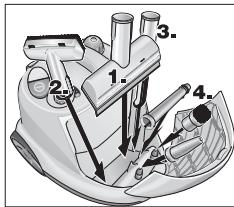

Рис.9 Камера для хранения
- Сложите ручную форсунку, форсунку для мойки окон, форсунку точечной струи и мелкие принадлежности в камеру для хранения принадлежностей и насадок (см. рис. 9).